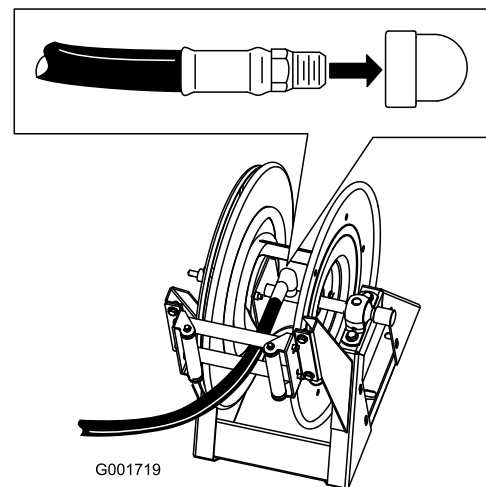

図 18
1. ホース (長) のフィッティングのネジ部にテフロンテープを巻き、フィッティングをリールの接続チューブに差し込む (図 18)。